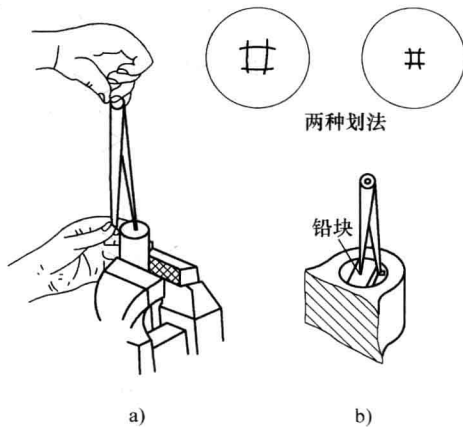

图 1-6 用划卡定中心
3) 划卡。划卡（单脚划规）主要用来确定轴和孔的中心位置。在使用时，先划出四条圆弧线，再在圆弧线中冲一样冲点，如图 1-6 所示。